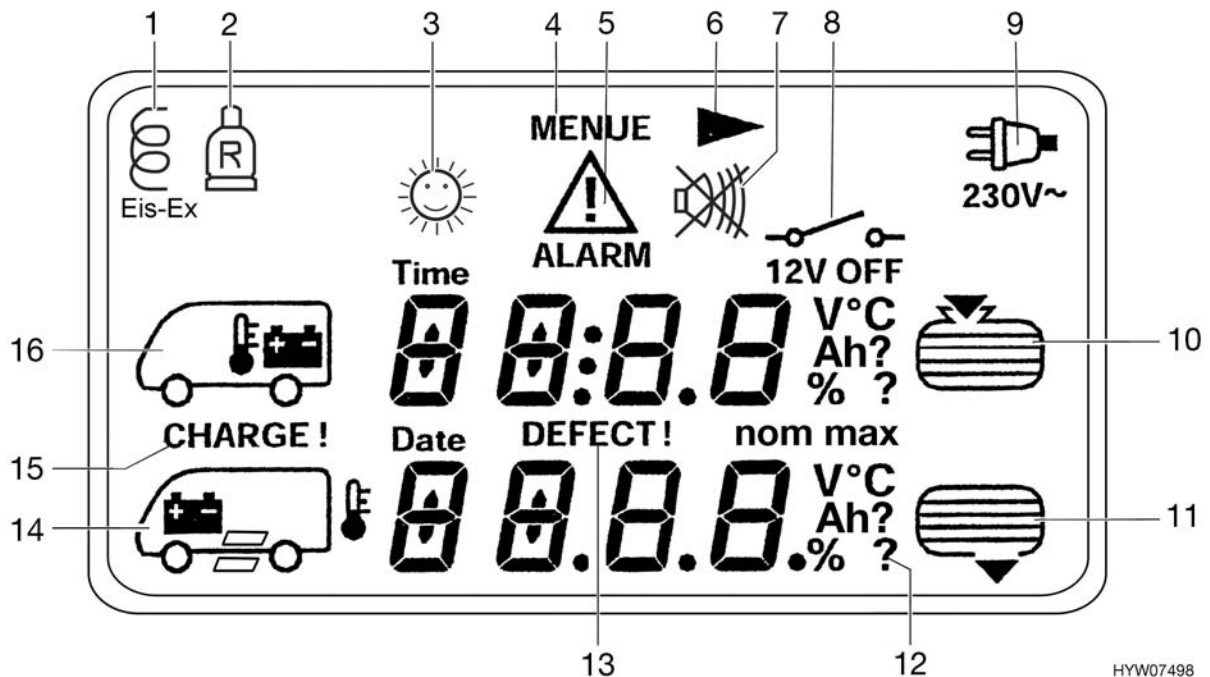

Bild 96 Symbol-Darstellung auf LC-Display
- ▷ Der Pfeil "►" (Bild 96,6) in der LCD-Anzeige zeigt an, dass das gewählte Menü aus mehreren Menüseiten besteht. Wiederholte Tastenbetätigung der verwendeten Menütaste schaltet jeweils eine Menüseite weiter.
Das Grund-Menü erscheint und die Symbole (Bild 96,5, 15 und 16) blinken, sobald die Spannung der Wohnraumbatterie 12 V (Messung im laufenden Betrieb) unterschreitet und damit Tiefentladung droht. Zusätzlich blinkt die Spannungsangabe im Batterie-Menü.
Das Grund-Menü erscheint und das Symbol (Bild 96,16) blinkt. Zusätzlich werden im Batterie-Menü die Ah-Angabe und die "CHARGE!"-Aufforderung angezeigt.